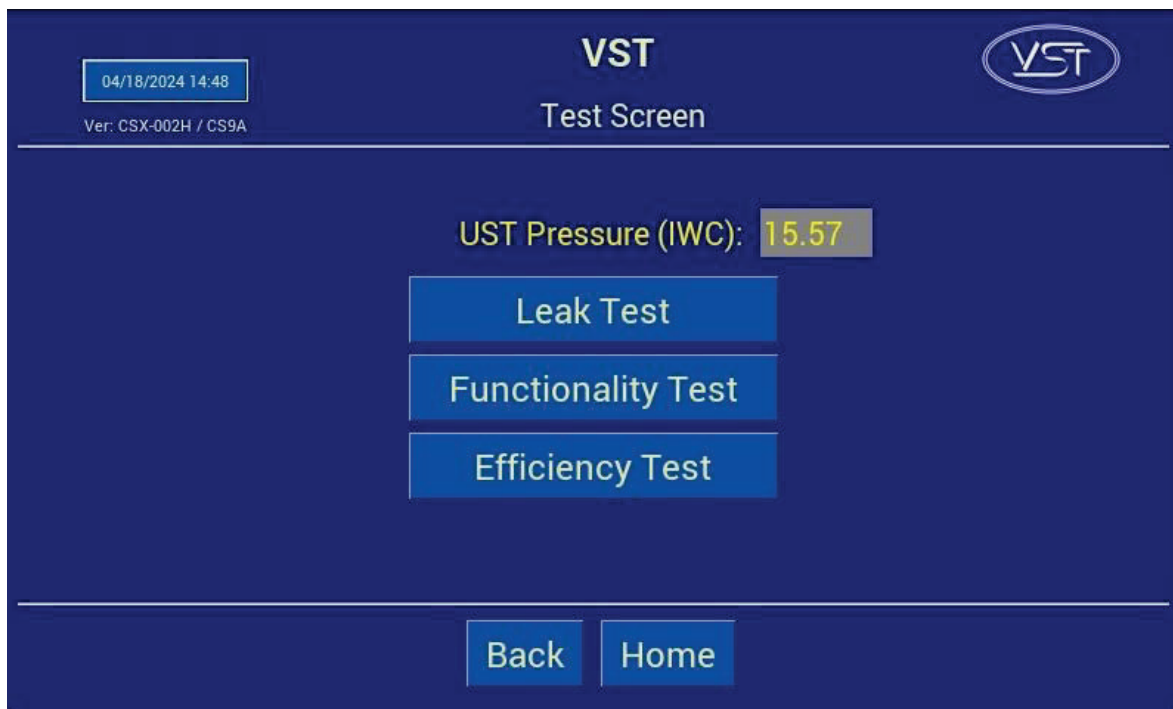

Figura 6-4: Pantalla de pruebas
2. Para comenzar la prueba de funcionamiento, presione el botón “Start” (inicio). **Vea la Figura 6-4.**